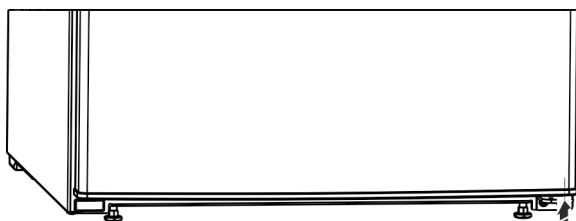

Fig. 8
- ▶ Distančnik Fig. 8 (13) ponovno namestite v vrata spodaj desno, saj je pomemben za stabilnost naprave.